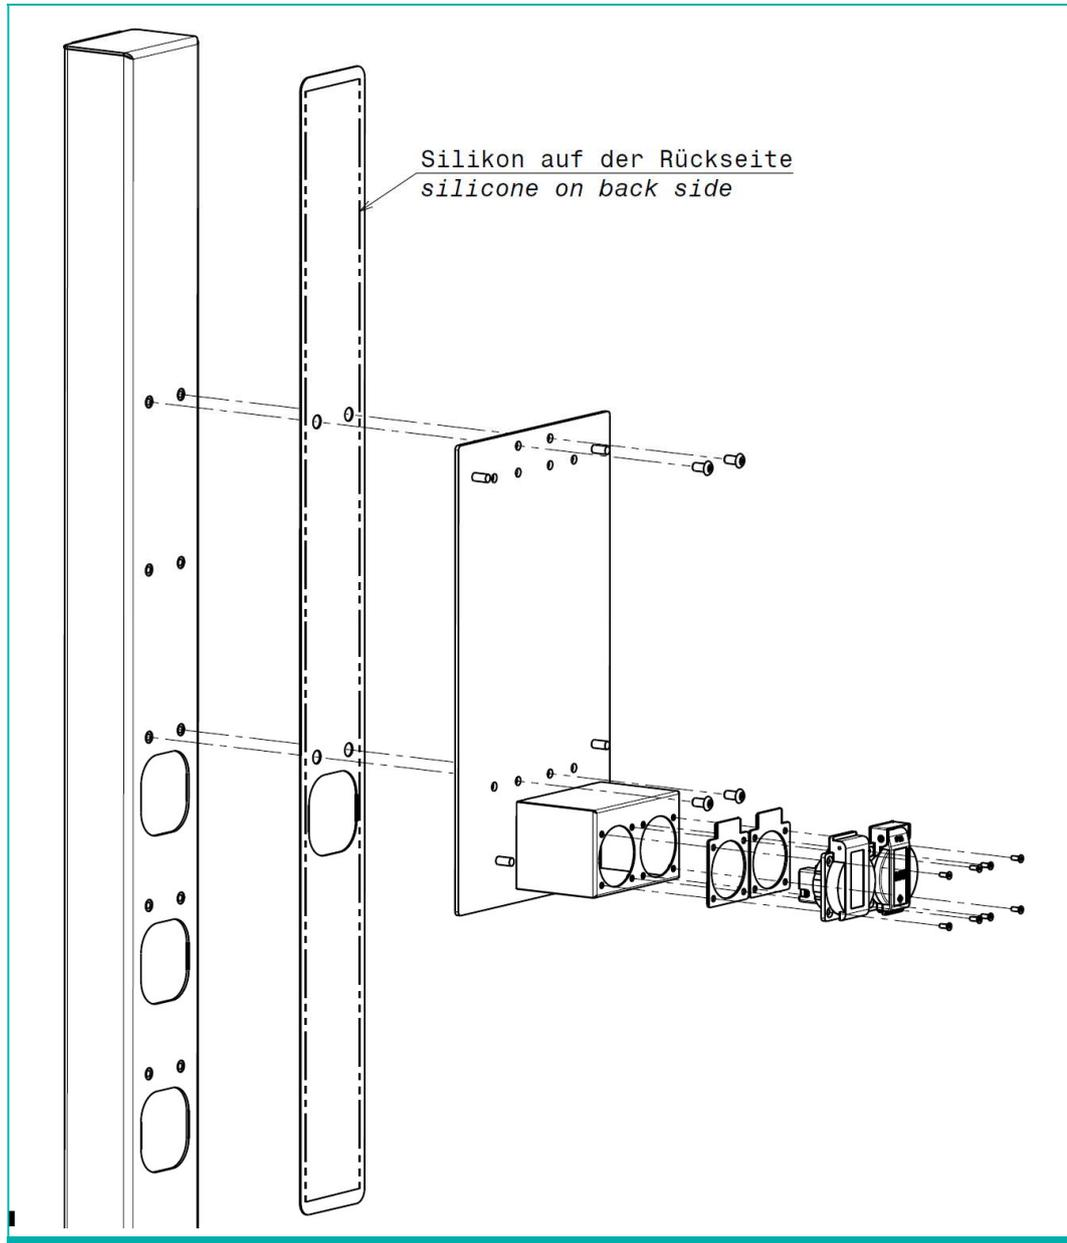

Abbildung 4-6: Anbringen der Montageplatte am Ständer
- Bringen Sie die Blende in der gewünschten Höhe am Ständer an (vgl. Abbildung 4-6). Die Blende wird dabei mit Silikon gegen den Ständer abgedichtet.
- Schrauben Sie anschließend die Montageplatte an den Ständer (vgl. Abbildung 4-6).